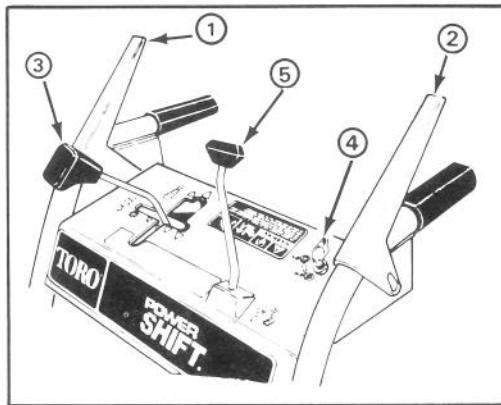

Abbildung 9
- Räumwerkkuplungshebel** (Abb. 9)—Dieser Hebel hat zwei Stellungen: EIN und AUS. Zum Einschalten des Räumwerks und Gebläses den Hebel zum linken Griffholm drücken. Um den Antrieb zu stoppen, den Hebel loslassen.
- Antriebshebel** (Abb. 9)—Dieser Schalter hat vier Gänge nach vorwärts und zwei nach rückwärts; er steuert auch den Power Shift-Betrieb der Räder.
- Räumwerk-Sperre:** (Abb. 9)—Wenn sowohl der Räumwerkkuplungshebel als auch der Antriebshebel gedrückt werden, sperrt der Antriebshebel den Räumwerkkuplungshebel nach unten. Durch Freigabe des Antriebshebel wird der Räumwerkkuplungshebel freigegeben..
- Auswurfkontrolle** (Abb. 9)—Auswurfkontrolle im Uhrzeigersinn rotieren, um den Auswurf nach rechts zu bewegen, und gegen den Uhrzeigersinn, um den Auswurf nach links zu bewegen.
Auswurfkontrolle (Abb. 9) — Auswurfkontrolle im Uhrzeigersinn rotieren, um den Auswurf nach rechts zu bewegen, und gegen den Uhrzeigersinn, um den Auswurf nach links zu bewegen.
Zündschloß (Abb. 9)—Das Zündschloß hat zwei Stellungen: EIN und AUS. Den Zündschlüssel EIN drehen, ehe der Motor mit dem Rücklaufstarter angeworfen wird. Zum Abstellen des Motors den Schlüssel auf AUS drehen.
1. Den Geschwindigkeitshebel auf N—neutral—stellen sowie die Drossel auf SCHNELL (Abb. 9).
4. Den Zündschlüssel auf EIN drehen (Abb. 9).
1. Räumwerkupplungshebel und Antriebshebel lösen (Abb. 9).